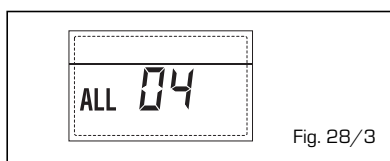

Fig. 28/3
**- ANOMALIA SONDA MANDATA RISCALDAMENTO "ALL 05" (fig. 28/4)**